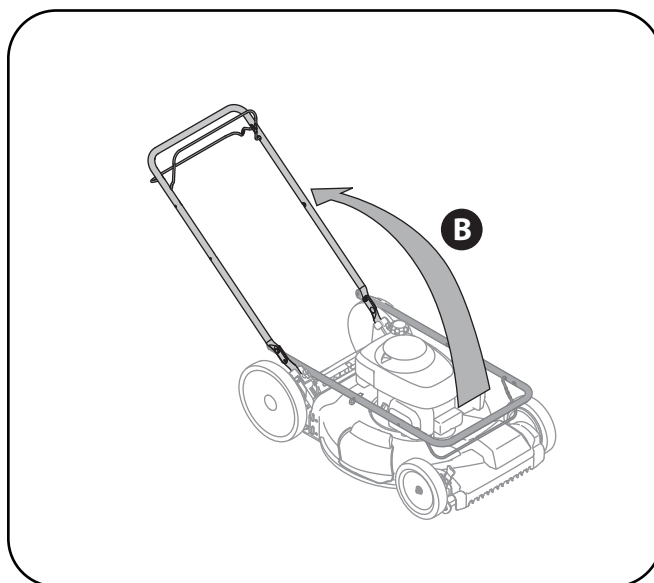

Figure 3-2
- b. Stabilisez la tondeuse pour qu'elle ne bouge pas, puis relevez le guidon supérieur, comme à la Figure 3-2. Ne pincez pas le câble en redressant le guidon.